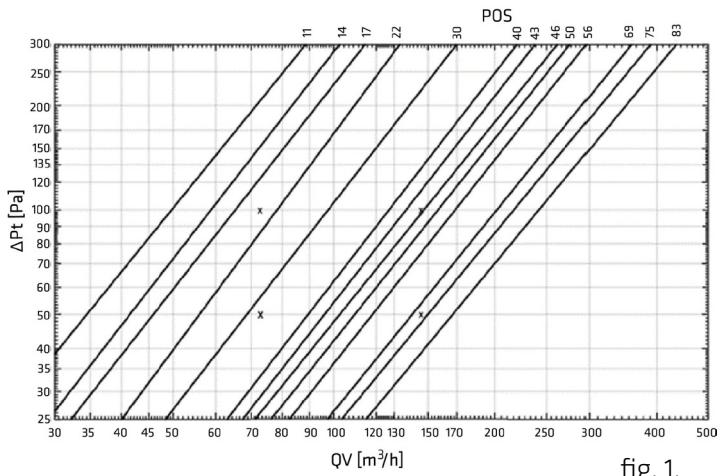

fig. 1.
- B** Justér nivået for grunnventilasjon. Basert på trykmålingen [Pa] og posisjonsmarkeringen [POS], justeres det ønskede grunnventilasjonsnivået ved å flytte den mekaniske stoppen jf. fig. 2, basert på innstillingsdiagrammet fig. 1.